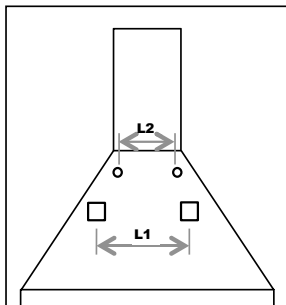

Fig. 5
- N.B.: De bevestigingssystemen a) en b) worden aan de achterkant van de kap ingebracht in de gaten L1 (Fig. 5).